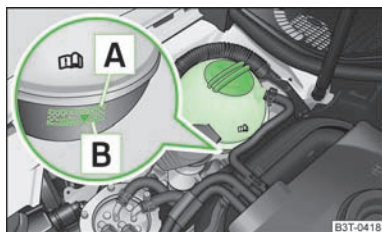

Fig. 120
Pour l'appoint, nous recommandons de n'utiliser que l'additif antigel dont la désignation figure sur le vase d'expansion du liquide de refroidissement » fig. 120.
- Contrôlez le niveau du liquide de refroidissement dans le vase d'expansion de fluide de refroidissement » fig. 120. Le niveau de liquide de refroidissement doit se trouver entre les marques **B** (min.) et **A** (max.) quand le moteur est froid. Il peut légèrement dépasser la marque **A** (max.) quand le moteur est chaud.
- Posez un chiffon sur le bouchon du vase d'expansion du liquide de refroidissement » fig. 120 et dévissez **prudemment** le bouchon.
Ne remplissez pas de liquide de refroidissement au-delà de la marque **A** (max.) » fig. 120 ! L'excédent de fluide de refroidissement s'échappe du système de refroidissement par le clapet de surpression du bouchon du vase d'expansion du fluide de refroidissement lorsque la température monte.